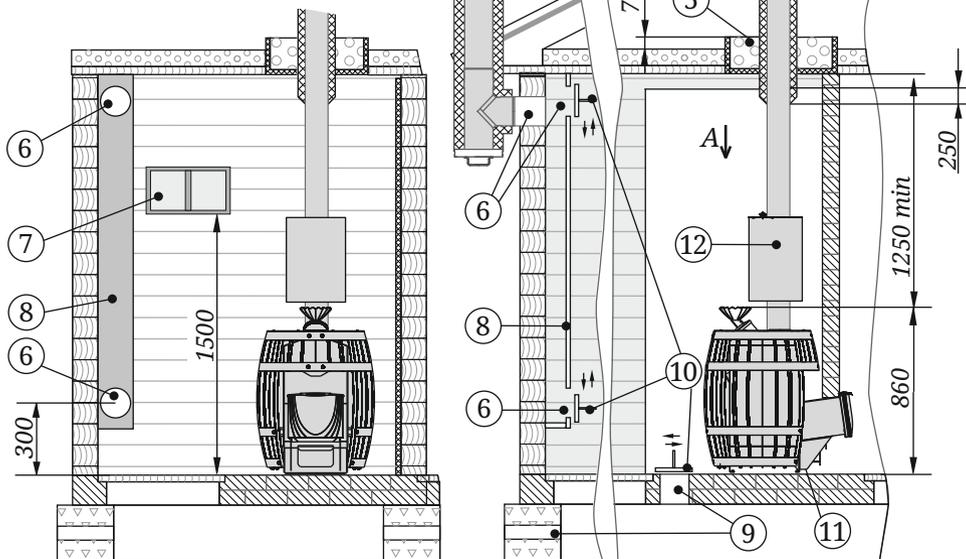

Рисунок 11. Схема монтажа печи
- пол из горючих и трудногорючих материалов перед дверцей топки — металлическим листом размером 700×500 мм (рисунок 11);
Для обеспечения хорошего воздухообмена, вентиляции и обеспечения оптимальных кондиций русской паровой бани, в парной необходимо организовать приточно-вытяжную вентиляцию (см. рисунок 11).